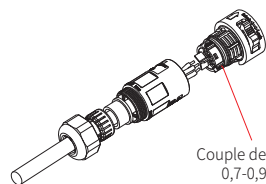

Fig. 22
2. Passez le câble CA à travers le cache de borne et vissez les trois câbles fermement sur les connecteurs (Fig. 22).